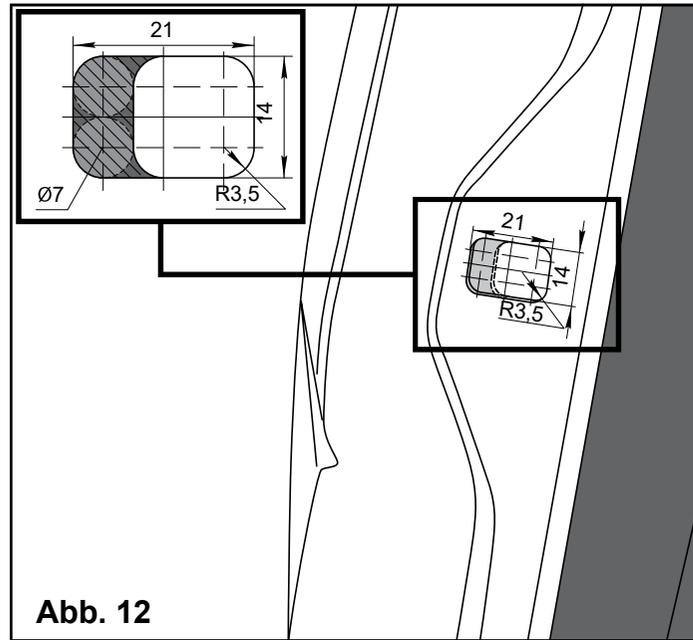

Abb. 12
2. Ändern Sie die Standardbohrung für den beweglichen Zapfen des Oberen Türschliessers, (**Abb. 12**).
4. Zudem ist notwendig, den technischen Spalt zwischen Zapfen und der Unterkante des Langlochs, ~2 mm, zu beachten, siehe **Abb. 12** auf Seite 13 und **Abb.** auf Seite 16.